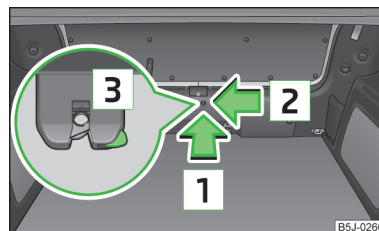

Fig. 36
- Introduzca un destornillador o una herramienta similar hasta el tope en la abertura del revestimiento en la dirección de la flecha **1** » fig. 36.